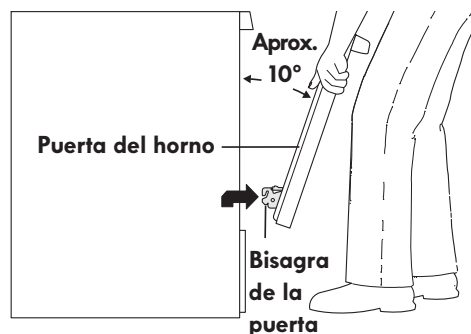
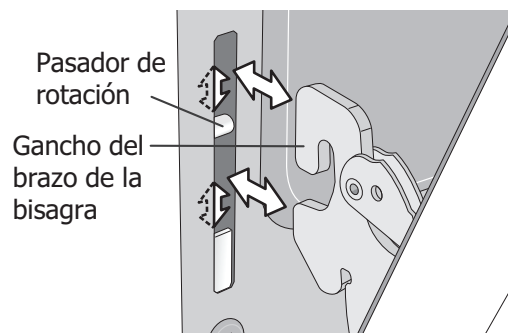

Figura 17: Cómo sujetar la puerta para su extracción
Figura 18: Ubicación del brazo de la bisagra y el pasador de rotación
3. Sostenga firmemente ambos lados de la puerta del horno en sus costados. No levante la puerta del horno por la manija (vea la Figura 17).
5. Levante los brazos de las bisagras de la puerta sobre los pasadores de rotación ubicados a cada lado del marco del horno (vea la Figura 17).
1. Sostenga firmemente ambos lados de la puerta del horno en sus costados. No levante la puerta del horno por la manija (vea la Figura 17).
2. Sosteniendo la puerta en el mismo ángulo de extracción (vea la Figura 17), coloque el gancho del brazo de la bisagra sobre los pasadores de rotación ubicados a cada lado del marco de la puerta (vea la Figura 18). El gancho de los brazos de las bisagras debe estar completamente asentado sobre los pasadores de rotación.